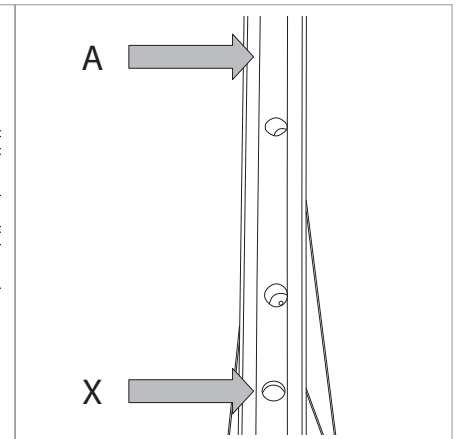

Abb.3
- Der Anfangspunkt des Felgenbands ist hinter der Ventilbohrung (X - Abb. 3), zwischen dem zweiten und dem dritten Nippel (A - Abb. 3) zu wählen. Mit dem Positionieren des Bands bei A beginnen und in Richtung Ventilbohrung fortsetzen.